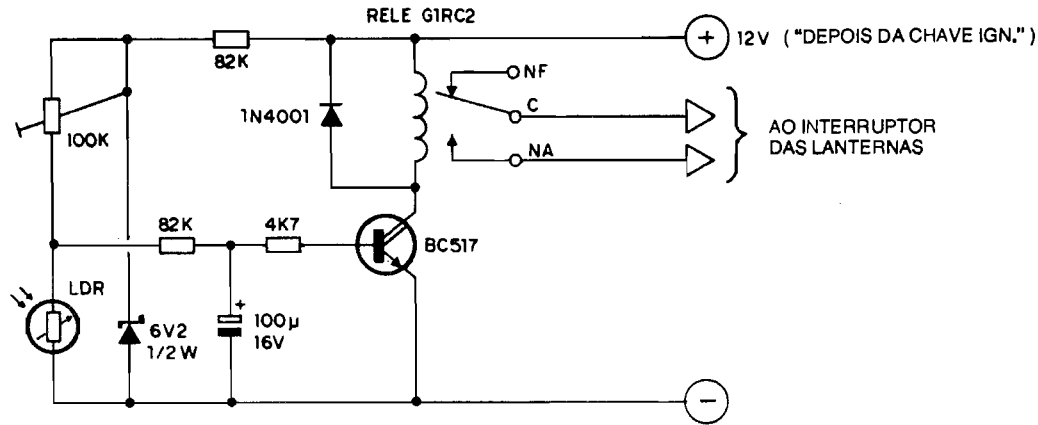

Fig.1
- **FIG. 1 - O CIRCUITO** - O supramundo da simplicidade, traz o circuito inicialmente com a determinação de uma Tensão estabilizada pelo diodo zener (6V2) e resistor de 82K (à linha do **positivo** - 12 VCC...), aplicada ao divisor de Tensão formado por um LDR (praticamente qualquer tipo de Resistor Dependente da Luz poderá ser utilizado no circuito...) e pelo **trim-pot** de 100K, este responsável pelo ajuste final de sensibilidade e "ponto" de funcionamento da LAC... Com tal sistema, eventuais (até "normais", no caso...) variações na Tensão real da bateria do veículo **não** poderão influenciar a calibração e a sensibilidade do dispositivo... Na junção entre o citado LDR e o **trim-pot** de ajuste/calibração, recolhe-se, então, um nível de Tensão **inversamente** proporcional à luminosidade "vista" pelo foto-re-